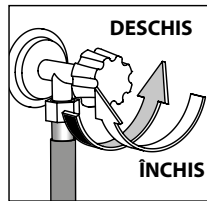

Figura 9
**3.4.3** În timpul spălării robinetul de apă trebuie să fie deschis la maxim, așa cum se arată în Figura 9.